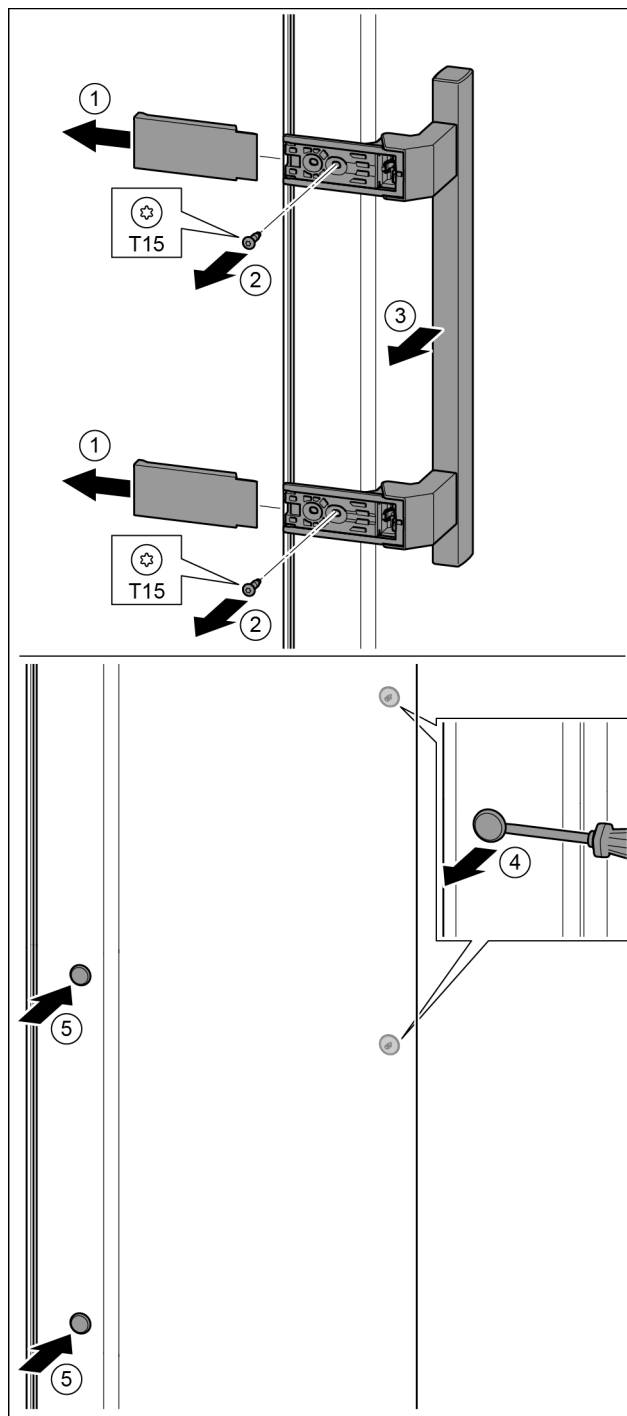

Fig. 20
- ▶ Stiahnite kryt. Fig. 20 (1)
- ▶ Skrutkovačom T15 vyskrutkujte skrutky. Fig. 20 (2)
- ▶ Odoberte držadlo. Fig. 20 (3)
- ▶ Plochým skrutkovačom opatrne nadvihnite a vyberte bočnú zátku. Fig. 20 (4)
- ▶ Zátku opäť nasadíte na druhú stranu. Fig. 20 (5)